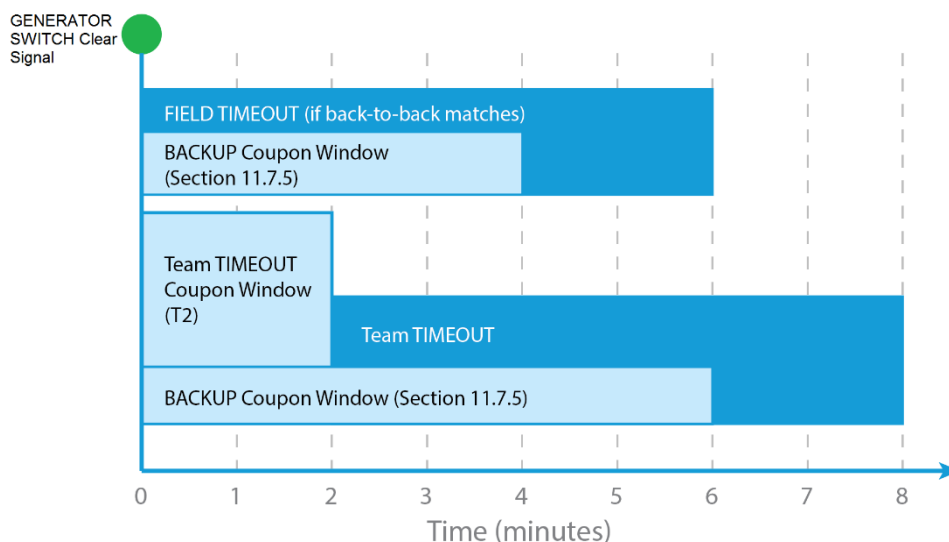

Figure 11-4 TIMEOUT and BACKUP Coupon Timeline
- T3.** 如果队伍想要提出暂停，只能由联盟队长身份的学生且必须在赛场重置信号灯亮起后的 2 分钟之内提交暂停纸条，如果赛场不需要重置，那么在预定比赛时间开始 2 分钟之前提交。比赛暂停会在护盾开关信号灯亮起 2 分钟后开始，见 Figure 11-4